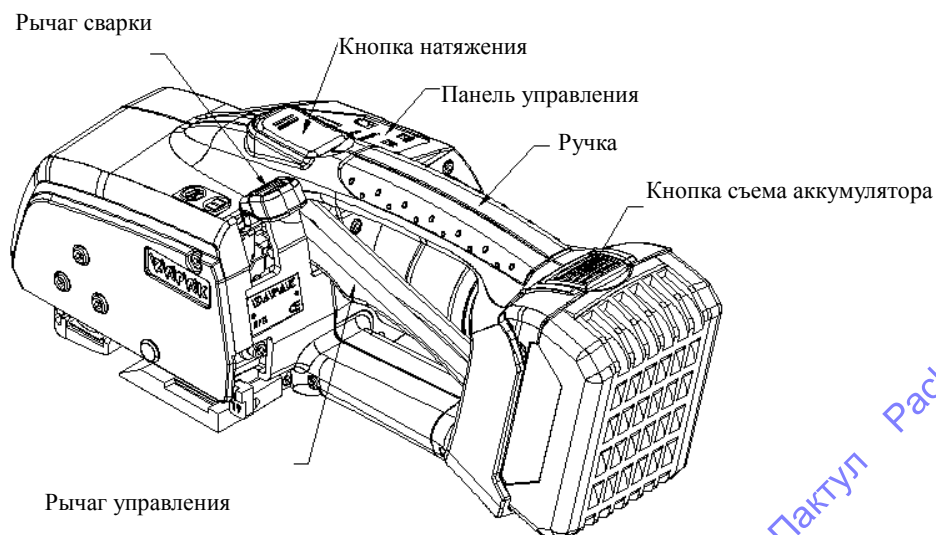

РИСУНОК 2. ZP93/ZP97 Ознакомление с рабочими компонентами
4.1 Ознакомление с рабочими компонентами (РИСУНОК 2)